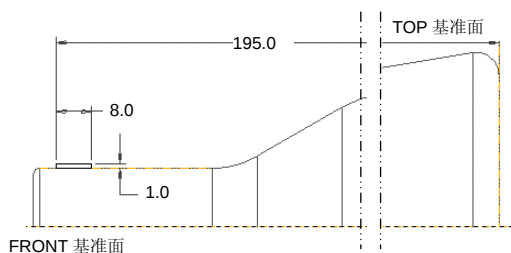

图 5.21.14 重定义特征
(3) 在草绘环境中, 相对新的参照进行尺寸标注(即标注 195.0 这个尺寸), 如图 5.21.14 所示。完成后, 单击操控板中的 **✓** 按钮。